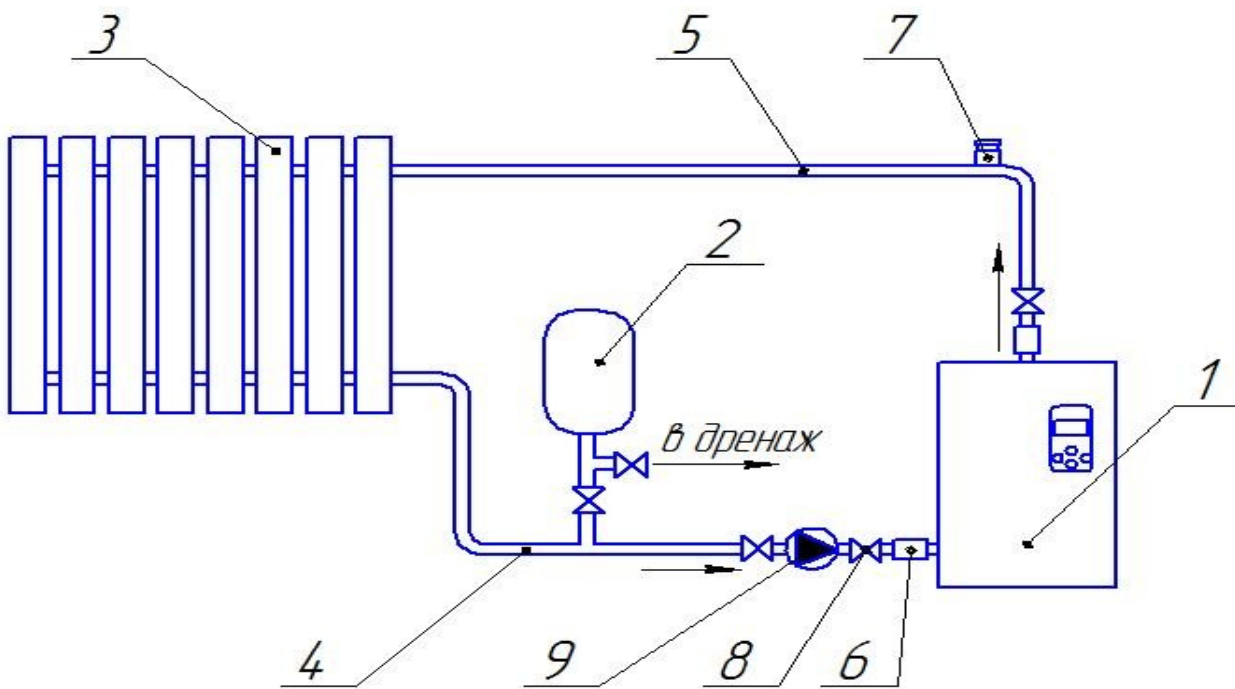

Рис.5 Упрощенная схема использования ЭВН-К в системе отопления (вариант 2)
7.3. Система отопления (рис.5) замкнутая, имеет расширительным бак с резиновой мембраной 2. Для такой системы необходимо учесть: